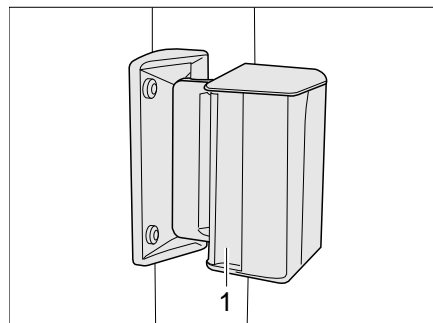

Bild 48 Schiebefenster
- Griff (Bild 48,1) drücken und gleichzeitig nach vorn oder hinten schieben oder ziehen.